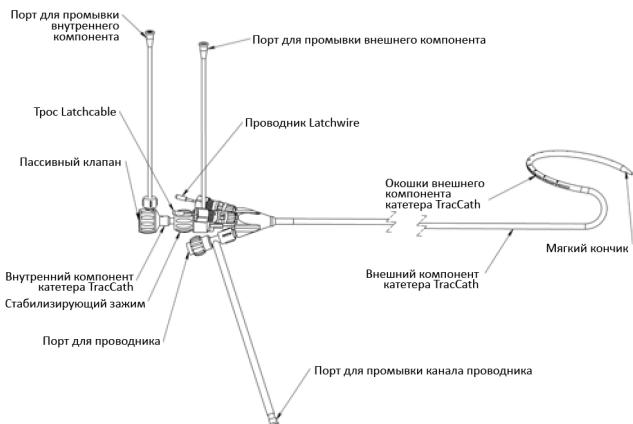

Рисунок 4. Катетер TracCath
- Катетер TracCath — катетер (совместимый с проводником с наружным диаметром 0,018 дюйма), облегчающий выполнение единообразной и точной установки анкерных фиксаторов. Катетер TracCath проводят внутри катетера Guide. Он состоит из внешнего компонента TracCath с рядом окошек и внутреннего компонента TracCath с единственным окошком. Совмещая окошки обоих компонентов, оператор управляет позиционированием доставочных катетеров и развертыванием анкерных фиксаторов. См. рисунок 4.